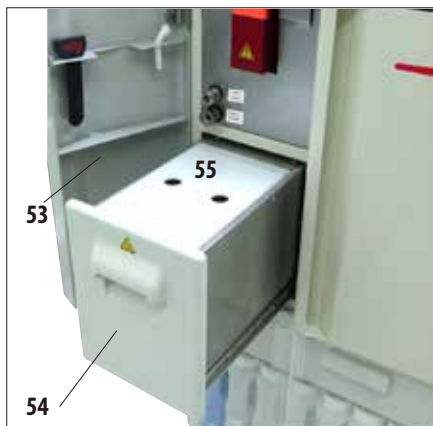

Рис. 37
- Парафиновая станция (54) находится за левой дверью (53) прибора под ретортой (рис. 37). Она служит для того, чтобы для парафиновых ванн всегда было запасено достаточное количество свежего жидкого парафина. Станция вмещает 5,0 л жидкого парафина.